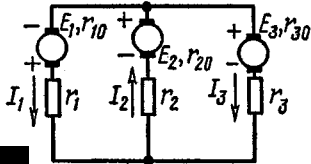

рис. 9
10. Методом наложения рассчитать токи в схеме рис.9, если  $E_1 = 10 \text{ В}$ ,  $E_2 = 40 \text{ В}$ ,  $E_3 = 5 \text{ В}$ ,  $r_{10} = 5 \text{ Ом}$ ,  $r_{20} = r_{30} = 2 \text{ Ом}$ ,  $r_1 = 30 \text{ Ом}$ ,  $r_2 = 3 \text{ Ом}$ ,  $r_3 = 8 \text{ Ом}$ .